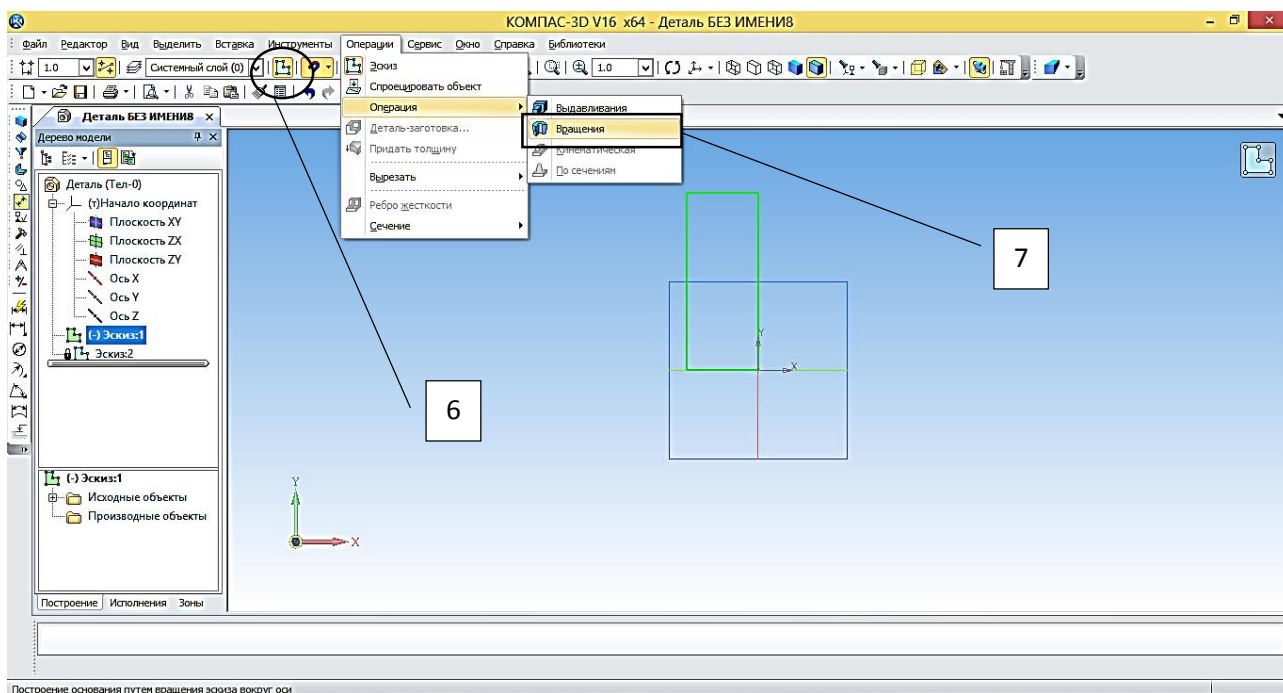

Рисунок 20 – Последовательность выбора операции **Вращения**
11. нажмите меню **Операции** и выбрать  - **Операция вращения** (рисунок 20);